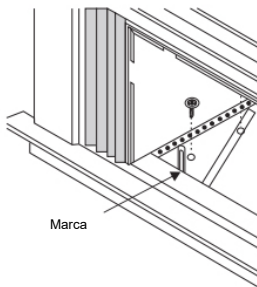

Figura 15A
1. Sostenga cada ménsula de soporte al mismo nivel contra la parte exterior del alféizar y ajuste la parte inferior del bastidor, como se muestra en la Figura 15A. Marque las ménsulas en la parte superior del alféizar y quítelas.